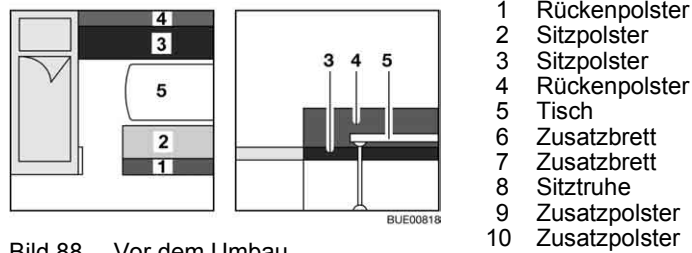

Bild 88 Vor dem Umbau
- Tisch (Bild 88,5) zum Bettunterbau umbauen (siehe Abschnitt 6.11).
- Die Rückenpolster (Bild 88,1 und 4) und die Sitzpolster (Bild 88,2 und 3) abnehmen.